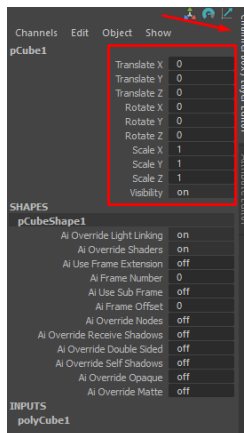

Рис. 2.19. Основні налаштування трансформації об'єкта у вікні *Channel Box*
Особливості трансформації 3D-об'єктів. Для кожного об'єкта в сцені можна застосовувати трансформації (редагування). *Основні трансформації* – це переміщення по осях координат, поворот по осі та масштабування. Трансформації можна здійснювати за допомогою *Move Tool (W)*, *Rotate Tool (E)* та *Scale Tool (R)*, пересуваючи, чи змінюючи основний контролер об'єкта в сцені. Також, всі трансформації можна застосувати безпосередньо до каналів трансформацій в вікні налаштування *Channel Box*: *Translate X/Y/Z* (Пересування об'єкта по осям), *Rotate X/Y/Z* (Оберт об'єкта по осям), *Scale X/Y/Z* (Масштабування об'єкта по осям), *Visibility* (Видимість об'єкта), як це показано на рис. 2.19.